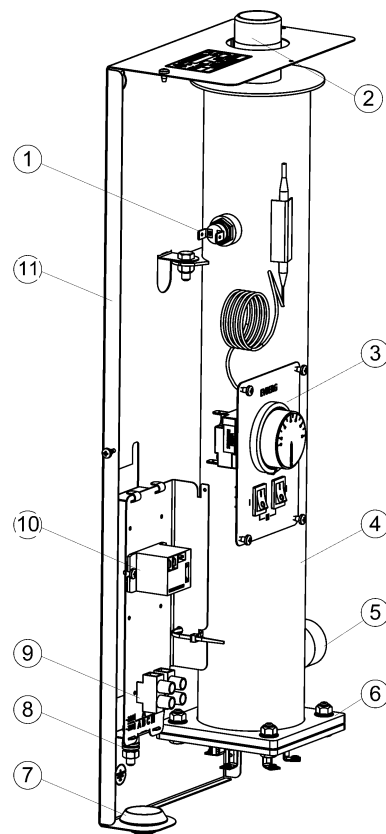

Рисунок 2. Общий вид прибора (кожух и стенка нижняя условно не показаны)
**5.4** Основные элементы прибора показаны на рис.2.
(1) Выполните монтаж автоматического выключателя **QF** в непосредственной близости от прибора и доступным для визуального осмотра месте;
(2) Установите сальник поз.7 входящий в комплект поставки в нижнюю часть прибора (см. рис. 2);
(3) Выполните монтаж силового кабеля от автоматического выключателя
клеммной колодке через установленный сальник (рис. 2, поз.7);
(4) Подсоедините заземляющий провод к прибору, используя зажим заземления (рис. 2, поз. 8);
(5) Подсоедините заземляющий провод к заземляющей шине или другой точке заземления.